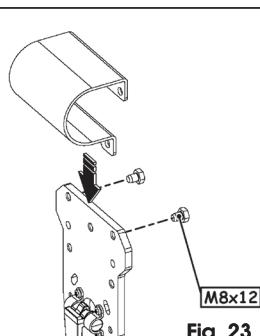

Fig. 23
- Ensamble el plato porta-barra, Fig. 23 ref. ①, con el bolsillo correspondiente a la barra elegida, Fig. 23 ref. ②, utilizando sólo los dos tornillos posteriores.